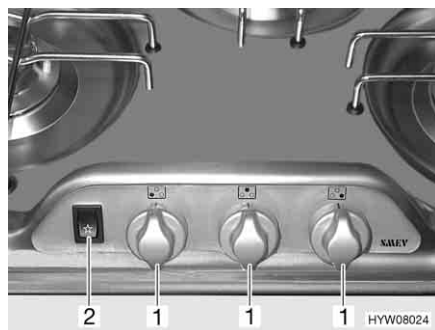

Fig. 93 Elementi di comando del fornello a gas
- Ruotare il pomello girevole (Fig. 93,1) dell'impianto a fiamma libera desiderato in posizione accesa (fiamma alta).
- Premere l'interruttore a bilico (Fig. 93,2). Sul bruciatore vengono prodotte scintille.